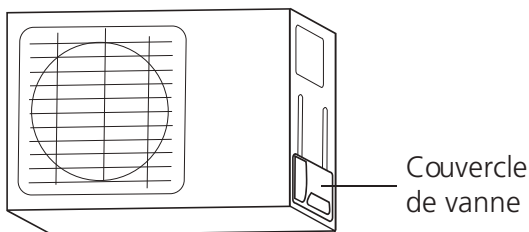

Fig. 5.9
1. Dévissez le couvercle de la vanne à presse-étoupe qui se trouve sur le côté de l'unité extérieure. (Voir **Fig. 5.9**).